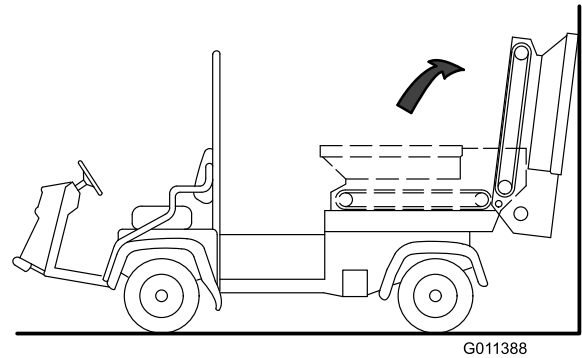

Figura 33
- 5. Ruotate la tramoggia all'indietro e appoggiatela a una parete, scala, ecc. Non appoggiatela alla parte posteriore della macchina, in quanto potrebbe provocare danni alla spazzola o agli accoppiatori idraulici (Figura 33).
Importante: Accertate che la tramoggia sia ruotata oltre il centro e/o fissata a parete o perno per evitarne la caduta accidentale sull'area di lavoro (Figura 33).